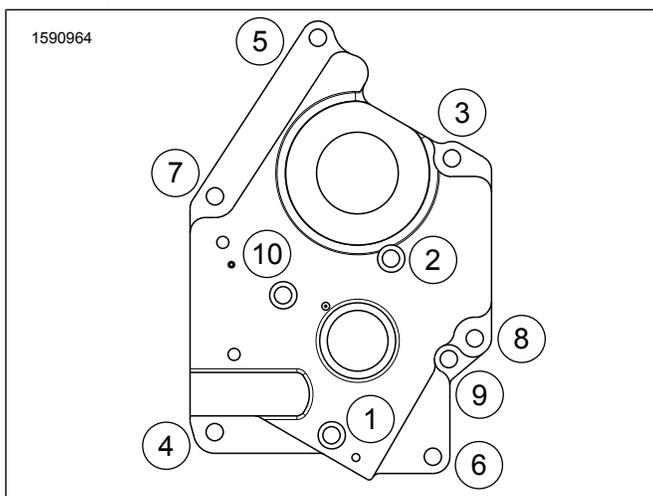

Figure 4. Ordre de serrage pour la plaque de support d'arbre à came
3. Voir la Figure 4. Serrer les vis en ordre.